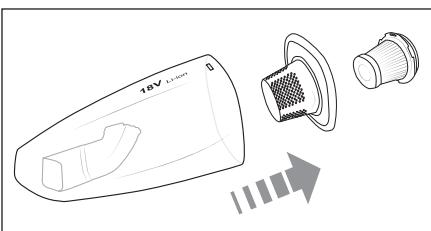

Abb. 6
- 4) Ziehen Sie dann den Grobfilter (7) aus dem Schmutzbehälter (8) heraus (Abb. 6). Klopfen Sie beide Filter (6) / (7) über einem Mülleimer o. Ä. aus. Bei Bedarf können Sie die Filter (6) / (7) mit klarem Wasser abspülen. Lassen Sie die Filter (6) / (7) anschließend an der Luft vollständig trocknen, bevor Sie sie wieder einsetzen.